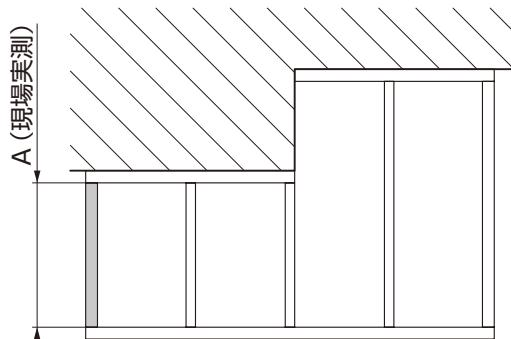
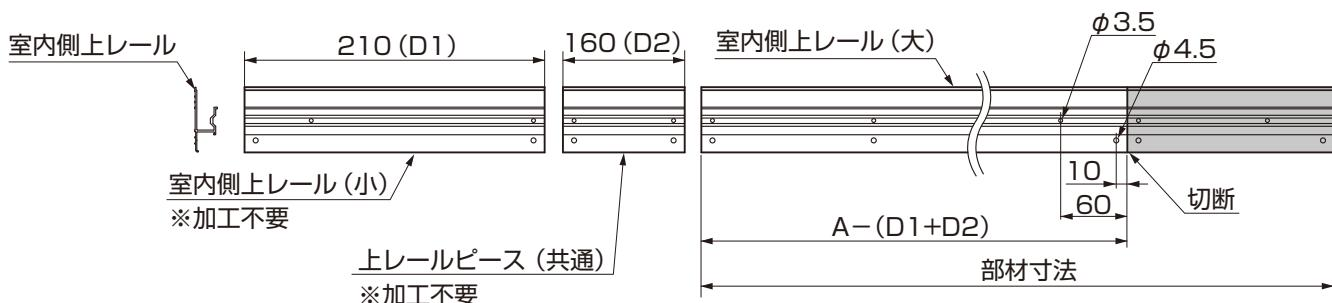
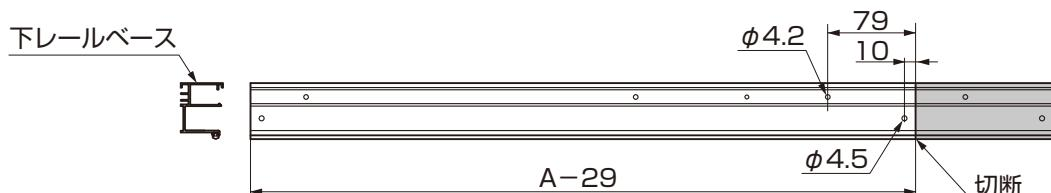
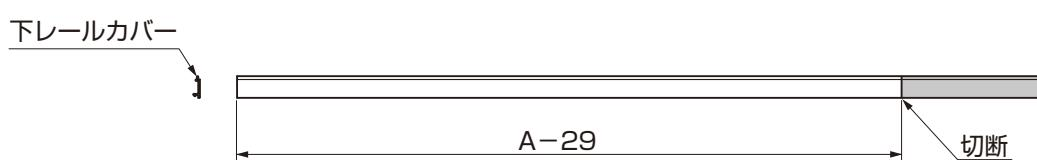

図1-1
図1-2
図1-3
図1-4
①出幅違い側の方立 B～柱内の寸法 A を実測してください。
②図 1-1、図 1-2、図 1-3、図 1-4 を参照して、各部材をそれぞれ加工してください。